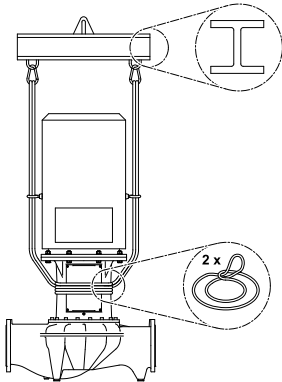

Fig. 32: Τοποθέτηση των αρτάνων φορτίου (Έκδοση IL)
- Για την ανύψωση με τον γερανό η αντλία πρέπει να δένεται όπως παρουσιάζεται στο (Fig. 32/33) με κατάλληλους μίαντες. Βάλτε την αντλία σε βρόχους που να σφίγγονται από το βάρος της ίδιας της αντλίας.